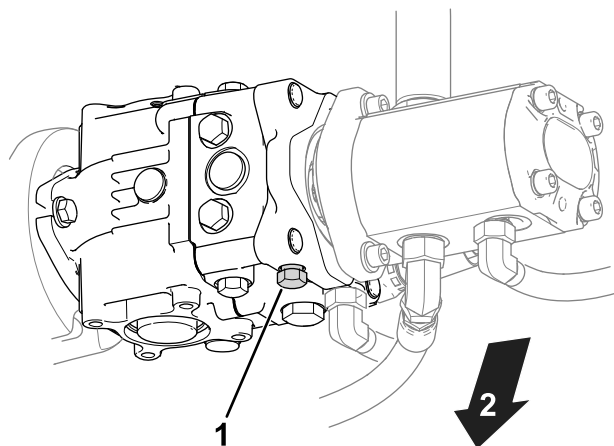

Рисунок 24
1. Найдите перепускной клапан на насосе (Рисунок 24).